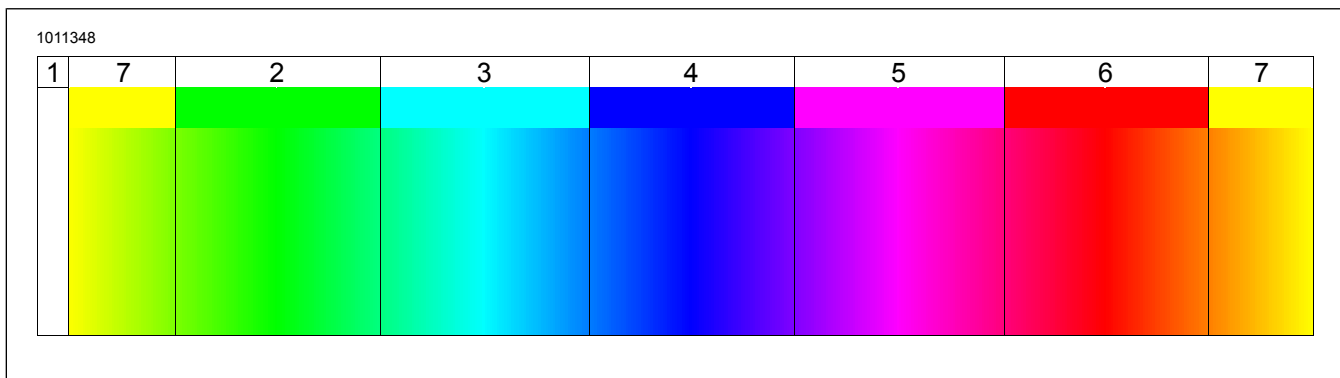

Abbildung 4. Farbspektrum
- Siehe Abbildung 4. Sieben Farbzonen-Voreinstellungen sind verfügbar. Bei jeder Farbzone gibt es einige Schattierungen: